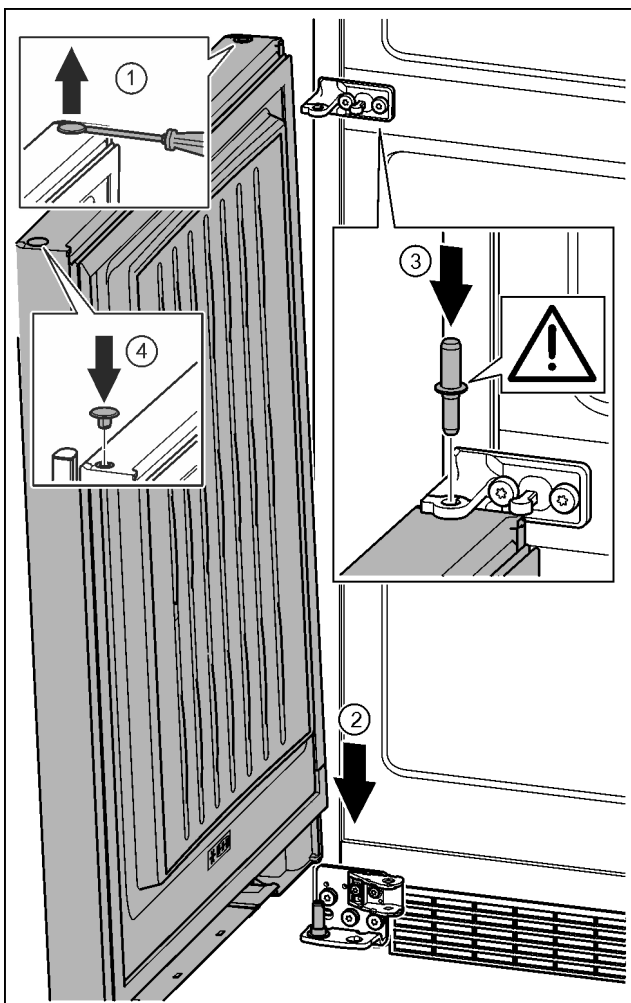

Fig. 40
- ▶ Zátku opatrně nadzvedněte plochým šroubovákem a vytáhněte. Fig. 40 (1)
- ▶ Dveře nasadte shora na dolní ložiskový čep. Fig. 40 (2)
- ▶ Prostřední ložiskový čep vložte do dolních dveří přes prostřední stojan ložiska. Přitom dávejte pozor, aby zajišťovací vačka směřovala dozadu. Fig. 40 (3)
- ▶ Zátku opět vložte na druhé straně dveří. Fig. 40 (4)